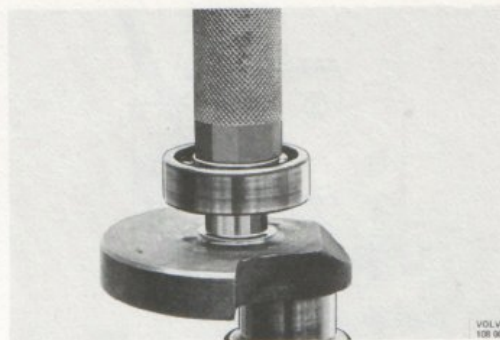

Bild 62. Montering av bakre vevaxellager
8. Pressa det nya bakre lagret på vevaxeln. Anbringa presskraften på lagrets innerring (bild 62).